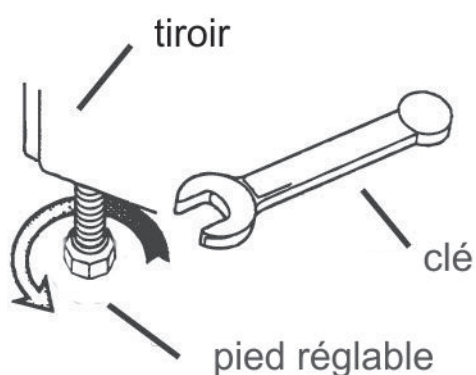

Figure 7 : Ajustement de la hauteur de la cuisinière
11. Faites glisser la cuisinière vers l'arrière pour la remettre en place. Si nécessaire, et pour éviter d'érafler le comptoir de cuisine, ajustez la hauteur de la cuisinière en ajustant les pieds (voir Figure 7 : Ajustement de la hauteur de la cuisinière). Prenez bien soin d'enclencher le support antibasculement. Voir l'Avertissement relatif au danger de basculement au début de ces instructions ainsi que dans le *Manuel d'installation de la cuisinière encastrée à gaz*.